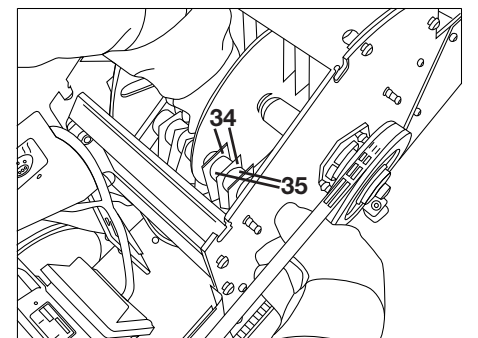
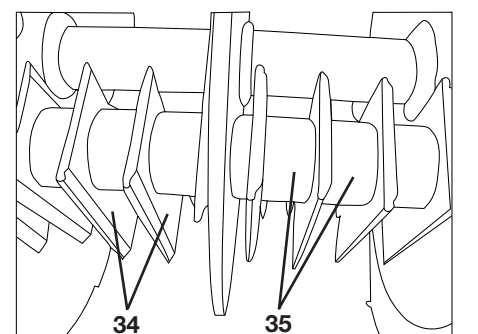

Bild 34
Bild 35
- Schläger und Distanzbuchse können entnommen werden, legen Sie die Schläger (34) und Distanzhülsen (35) in der Reihenfolge ab, in der Sie sie von der Schlägerachse nehmen (siehe „Bild 34“).
- Beim Einbau der neuen Schläger muss die Schlägerachse wieder durch die Montageöffnung (32) auf der gegenüberliegenden Seitenwand gesteckt werden.
- Beim Aufstecken der neuen Schläger und Distanzbuchsen muss darauf geachtet werden, dass zwischen zwei Schlägern (34) immer eine Distanzbuchse (35) gesteckt wird (siehe „Bild 35“).